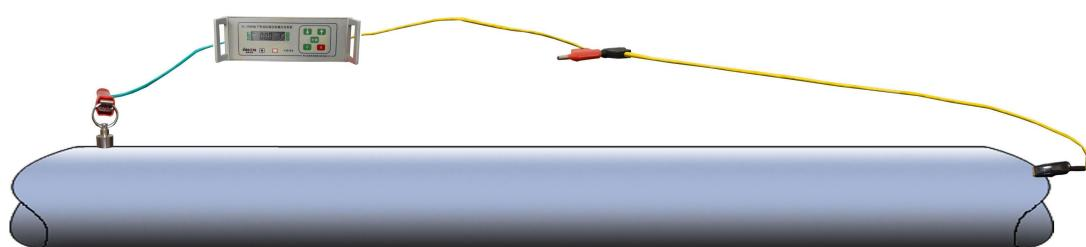

图6 回路法接线示意图
(3) 远距离回路法接地：该方法是将发射线接到管道一端，将接地线延长接到管道另一端。工作时，在管道上形成回路。这一方法只有在解决特别复杂管网探测时才采用。回路法接线时以管道与地线作为传输回路的，导线与管道的距离必须是管道埋深的 10 倍以上，否则会因距离太近，影响管位的探测。远距离回路法接线、管道上信号最强。（见图 6）